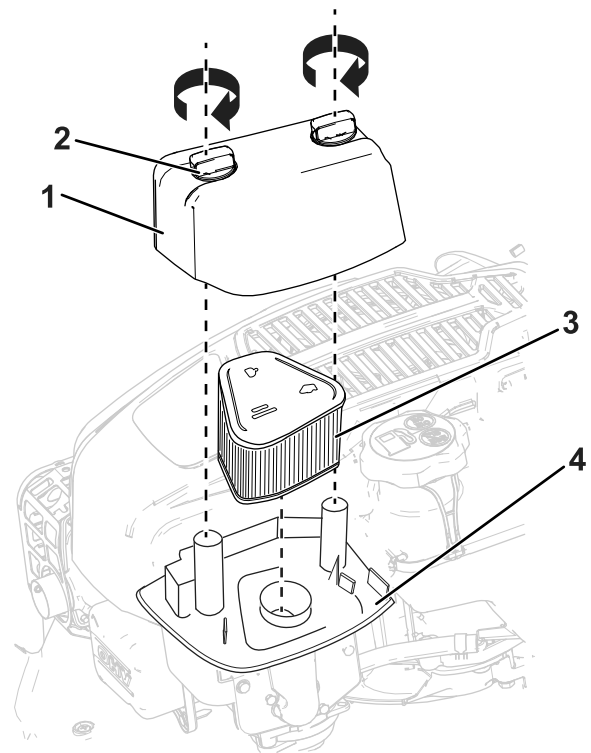

Figura 28
1. Afloje los cierres y retire la tapa del filtro de aire (Figura 28).